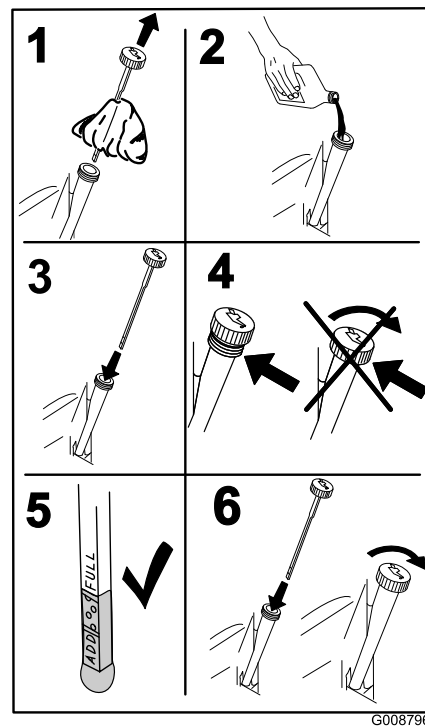

Figura 46
- Vierta lentamente un 80% aproximadamente del aceite especificado por el tubo de llenado, luego añada lentamente el resto del aceite hasta que llegue a la marca **Full** (Figura 46).